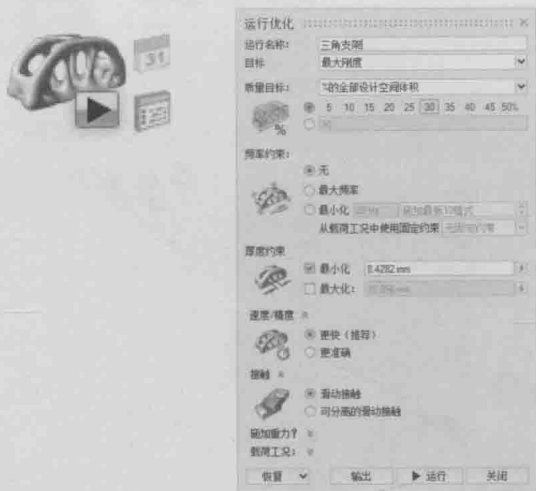

图 1-16
5) 单击结构仿真功能区上优化图标中的运行优化按钮 ，弹出“运行优化”对话框，如图 1-16 所示。